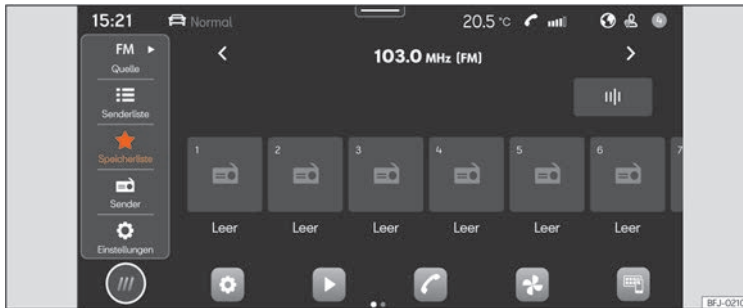

Abb. 150 Schematische Darstellung: Ansicht Radio
- Drücken Sie **HOME** > >>> **Abb. 150**.